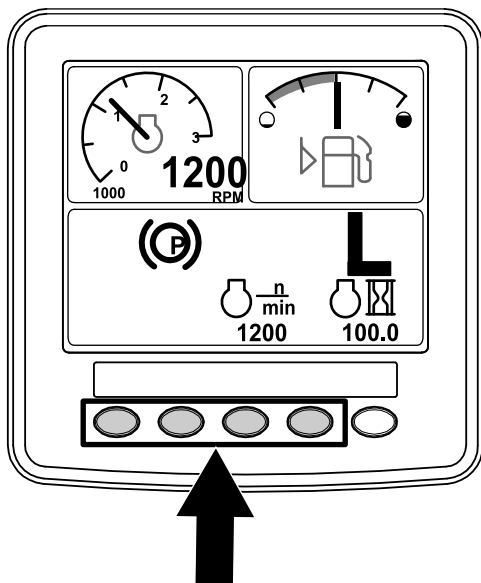

Figura 7
1. En la pantalla de INICIO, pulse los botones 1, 2, 3 o 4 para acceder a la barra de menús emergentes en la parte inferior de la pantalla (Figura 7).